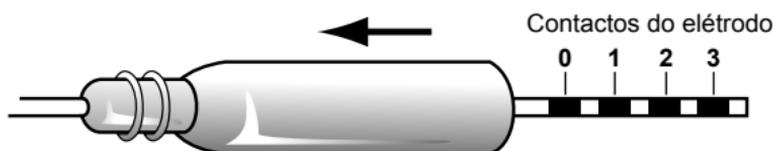

Figura 13. Empurre a cobertura de ligação sobre o elétrodo
1. Empurre a cobertura do conector sobre a extremidade exposta do elétrodo (Figura 13).